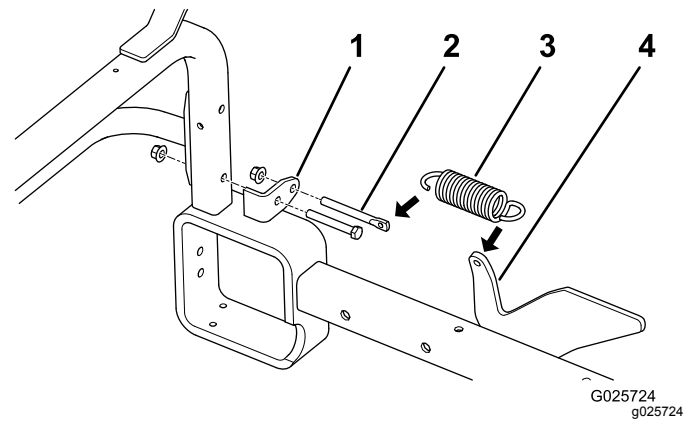

図 26
2. 各ヒッチチューブ取り付けブラケットを縦フレームチューブに固定している下側のナットとボルトを外す 図 26。
注 スプリングブラケットは 図 26 のようにセットする。